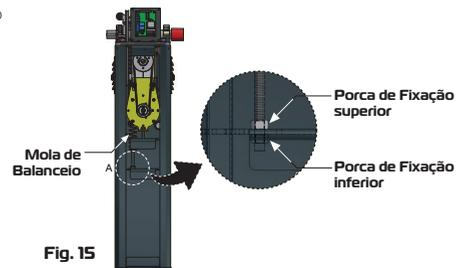

Fig. 15
**2** - Retire a mola de balanço que possui duas porcas de fixação (superior e inferior) ver **Fig. 15**.